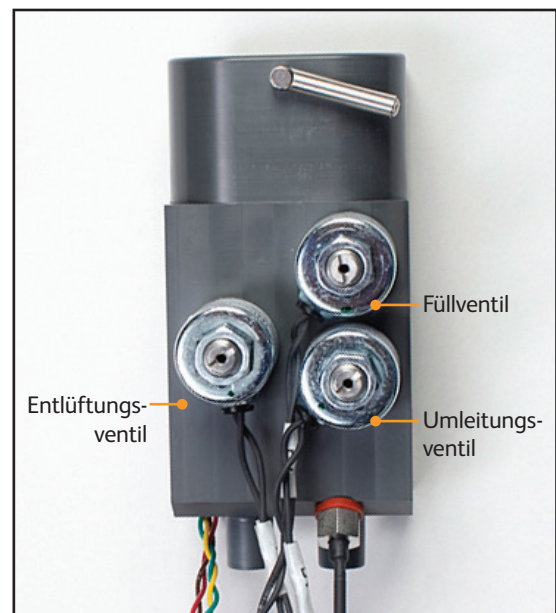

Abb. 8-62 Verteiler, Position der 3 Magnetspulen (Schritt 8)
8. Beachten Sie beim Wiedereinbau des Verteilerkabelbaums, dass auf dem Kabelbaum Etiketten zur Identifizierung der Magnetspulen (Füllventil, Umleitungsventil und Entlüftungsventil) vorhanden sind. Wenn sich die Magnetspulen nicht wie abgebildet in der richtigen Position befinden, funktioniert das Gerät nicht ordnungsgemäß (Abb. 8-62).